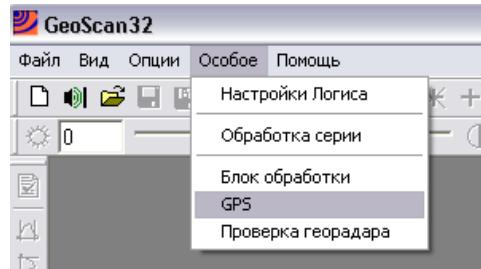

Рис. 3.36 - Запуск панели «GPS info»
- Выбор пункта «GPS» в меню «Особое» в основном окне программы (Рис. 3.36). При этом на экране появляется только панель «GPS info». Обычно используется для предварительной настройки связи и тестирования GPS приемника перед началом записи георадарных данных.